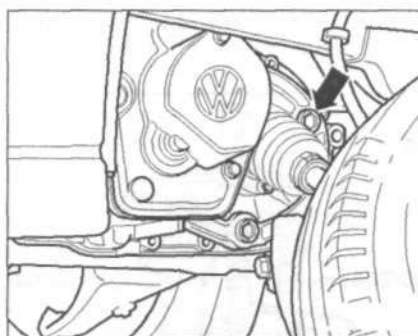

Рис. 8.15. Выкрутите пробку (стрелка) из корпуса дифференциала. Уровень масла должен доходить до нижнего края заливного отверстия.
2. Выкрутите пробку (стрелка) из корпуса дифференциала (рис. 8.15). Уровень масла должен доходить до нижнего края заливного отверстия.